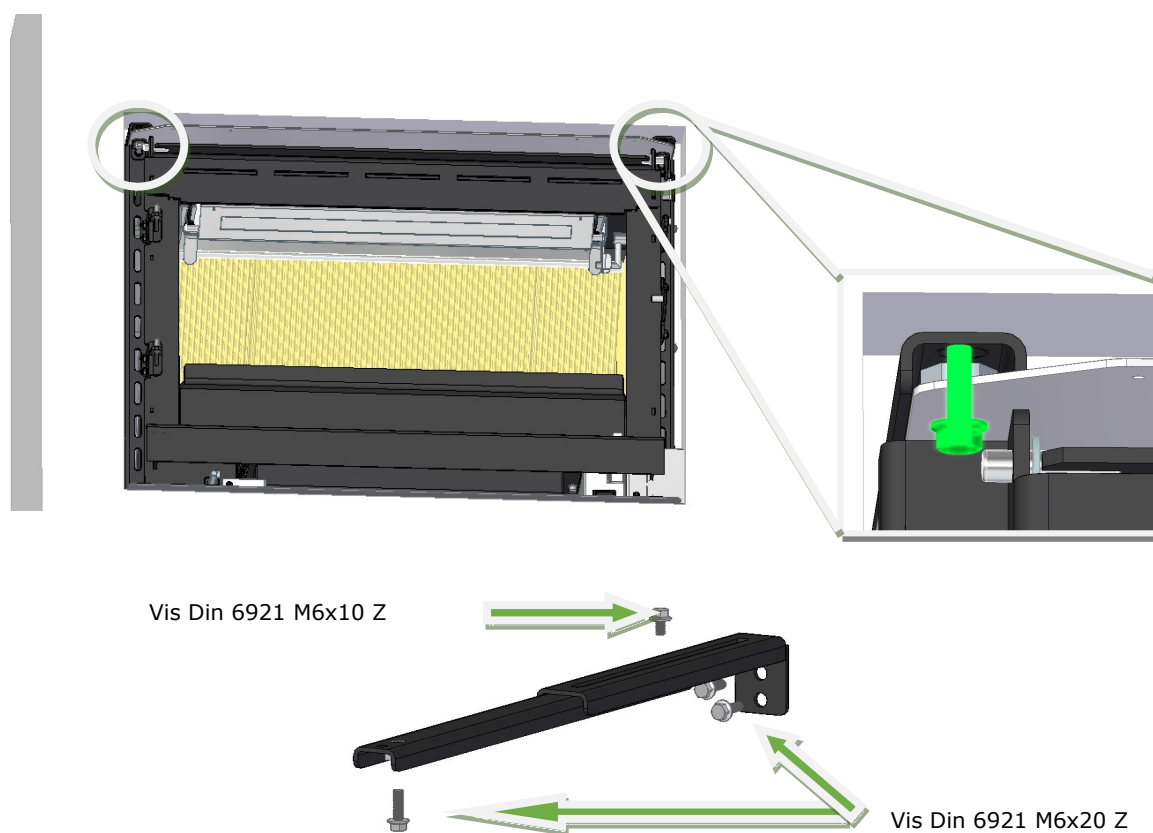

Figure 15 - Fixation de l'équipement aux supports de montage supérieurs à l'aide des vis Din 6921 M6x20 Z et M6x10 Z
13. Vous devez ensuite fixer l'équipement aux supports supérieurs comme indiqué à la Figure 15.